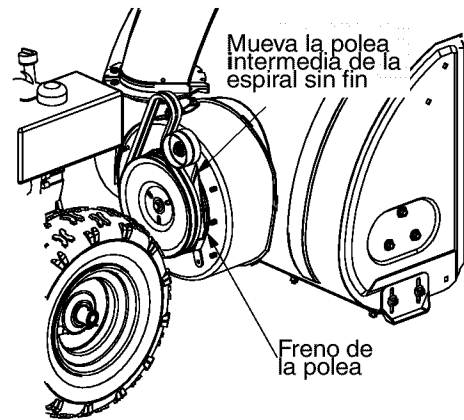

Figura 25
- Para extraer la correa propulsora de la espiral sin fin delantera, empuje la polea intermedia hacia la izquierda. La ménsula de la correa debe moverse hacia afuera. Vea la Figura 25. Levante la correa propulsora de la espiral sin fin delantera de la polea de la espiral sin fin delantera.